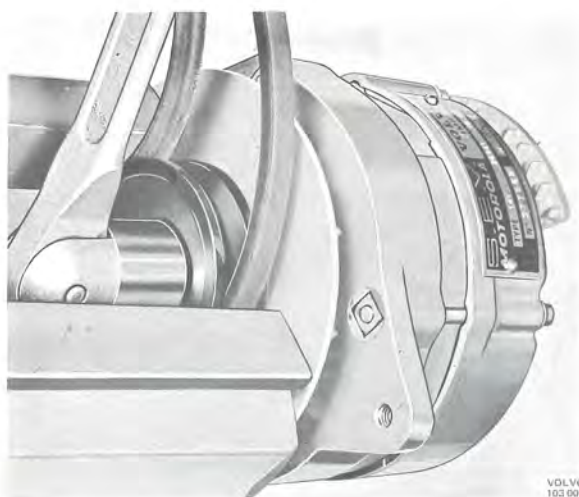

Bild 3-30. Demontering av mutter för remskiva
2. Sätt fast remskivan med remmen i ett skruvstycke försett med mjuka backar, bild. 3-30.